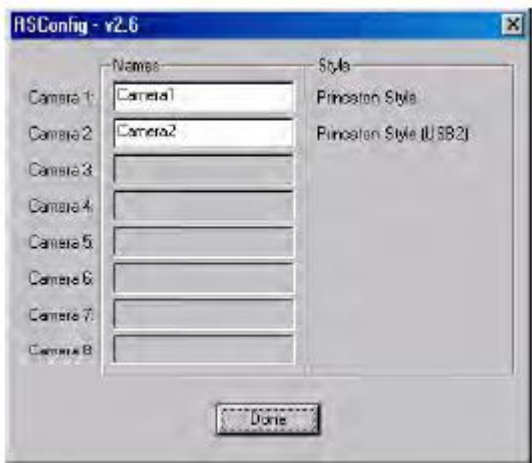

图 103 RSConfig 对话框：两种相机类型
- 4、运行 RSConfig.exe（在 Windows | Start | Programs | PI Acton 菜单下）。如果 USB2.0 相机被列为 Camera 2(图 103 中的 Princeton Style(USB2))，您需要对 PVCAM.INI 文件进行编辑。